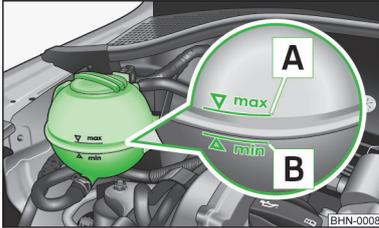

Abb. 126
Die Bezeichnung des Kühlmittels ist auf dem Kühlmittelausgleichsbehälter aufgeführt » Abb. 126 auf Seite 144.
- Das Kühlmittel nicht über die Markierung **A** auffüllen » Abb. 126 auf Seite 144.
Kühlmittelausgleichsbehälter » Abb. 126
➤ Den Kühlmittelstand am Kühlmittelausgleichsbehälter prüfen » Abb. 126.
Bei betriebswarmem Motor kann das Prüfergebnis ungenau ausfallen. Der Stand kann auch über der Markierung **A** » Abb. 126 liegen.